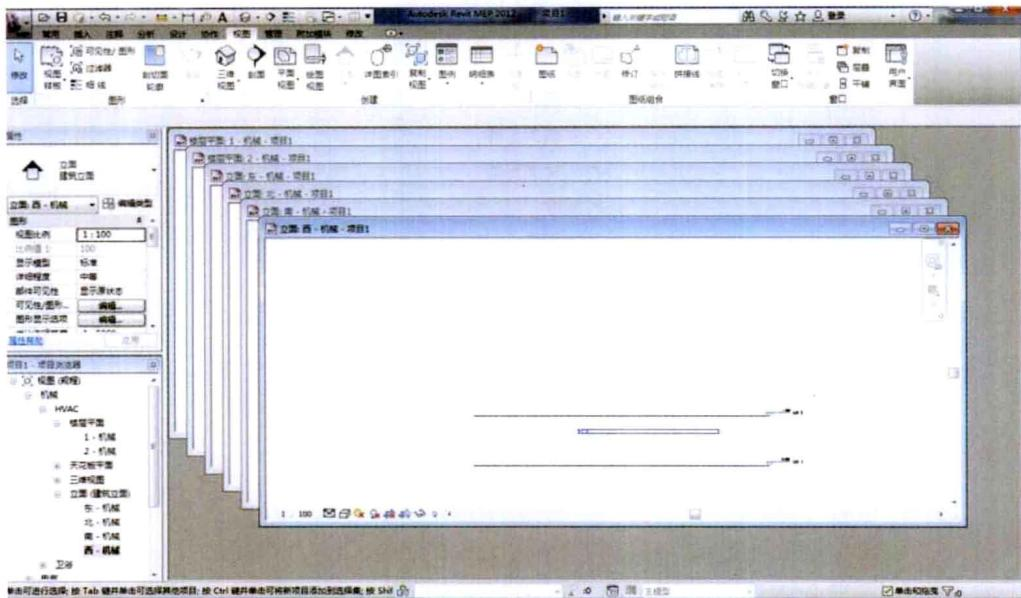

图 1-13
- 层叠：**单击此按钮使当前打开的所有窗口层叠地出现在绘图区域，如图 1-13 所示。